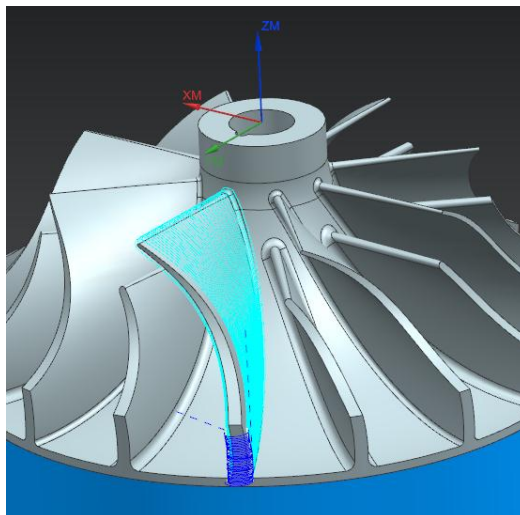

Рисунок 3.38 – Траектория обработки
- Нажмите "**Генерировать**"  (рисунок 3.38).